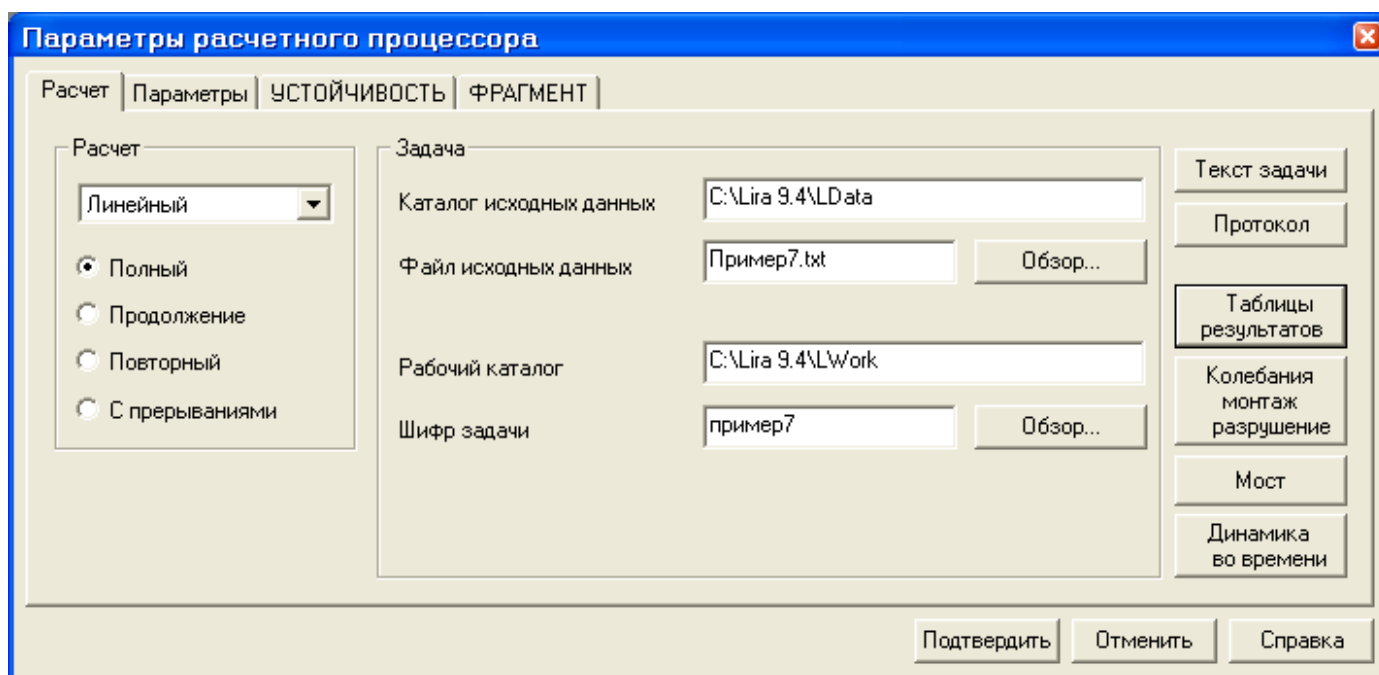

Рис.7.27. Диалоговое окно Параметры расчетного процессора
- В диалоговом окне **Параметры расчетного процессора** (рис.7.27) щелкните по кнопке **Таблицы результатов**.